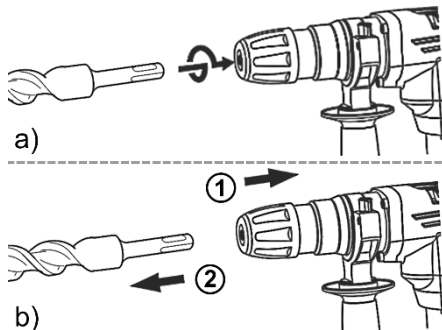

Рисунок 2
3.3 Для встановлення змінного робочого інструменту у виріб в першу чергу необхідно почистити, а потім змастити його хвостовик невеликою кількістю (0,5-1 г) мастила «Літол-24». Потім вставити хвостовик змінного інструменту в патрон SDS-Plus, повертаючи інструмент по осі та штовхаючи його вглиб патрона, доки не буде забезпечене надійне з'єднання (дивіться рисунок 2-а). При цьому робочий інструмент повинен зафіксуватися від випадіння, маючи невеликий осьовий люфт.
3.4 Після встановлення змінного інструменту завжди перевіряйте надійність його кріплення – спробуйте витягти його без відведення кільця патрона. Щоб витягти змінний інструмент з патрона, необхідно відвести кільце патрона у бік передньої рукоятки (дивіться рисунок 2-б).